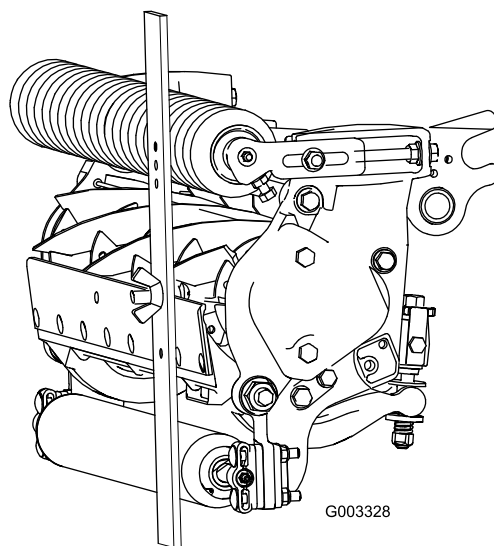

Figura 25
4. Enganche la cabeza del tornillo sobre el filo de la contracuchilla y apoye el extremo trasero de la barra sobre el rodillo trasero (Figura 25).
5. Gire el tornillo de ajuste hasta que el rodillo delantero entre en contacto con la barra de ajuste (Figura 25). Ajuste ambos extremos del rodillo hasta que el rodillo esté paralelo a la contracuchilla en toda su longitud.